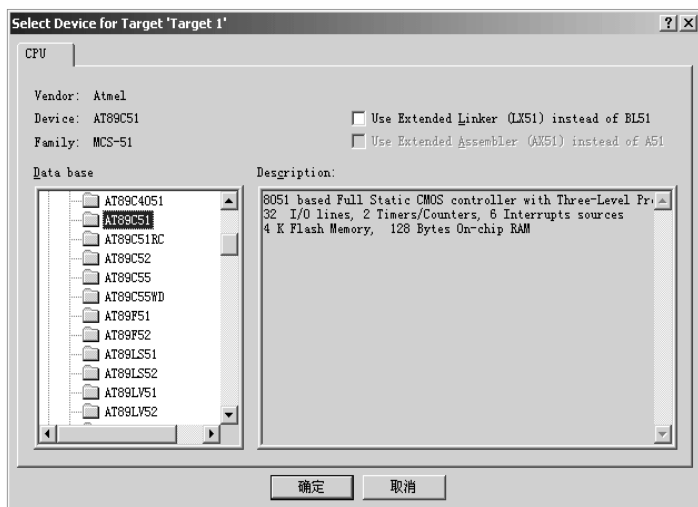

图 1-12 选取单片机
(2) 选择需要的单片机，这里选择常用的 Atmel 公司的 AT89C51，如图 1-12 所示。